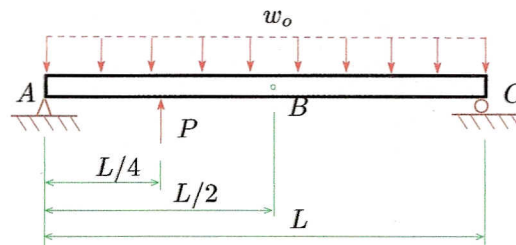

Figura 1: Viga sometida a fuerzas uniforme y puntual.
1. En la Figura 1 se tiene una viga de longitud L sometida a una fuerza uniforme w_o y una fuerza puntual P . Si se conoce el producto EI , usando el teorema de Castigliano determine el valor de la fuerza P de modo que en el punto B el desplazamiento vertical de la viga sea cero. (20 puntos)